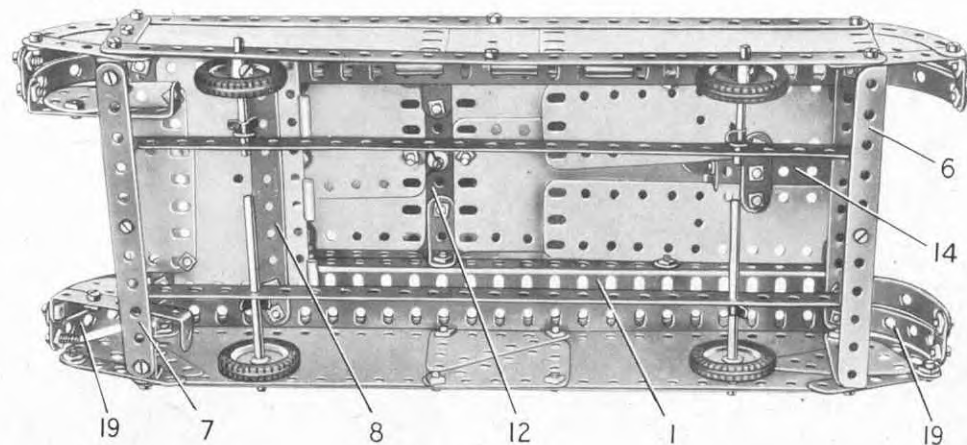

Fig. 5.16a
figure 5.16a ; le moyeu d'une poulie de 75 mm. (12) passe dans cette ouverture. La poulie est boulonnée sur les plaques et est réunie aux bandes (10) par des équerres de 25x25 mm. Une bande coudée de 60x12 mm. est fixée sur une équerre à 135° tenue par un boulon (13).